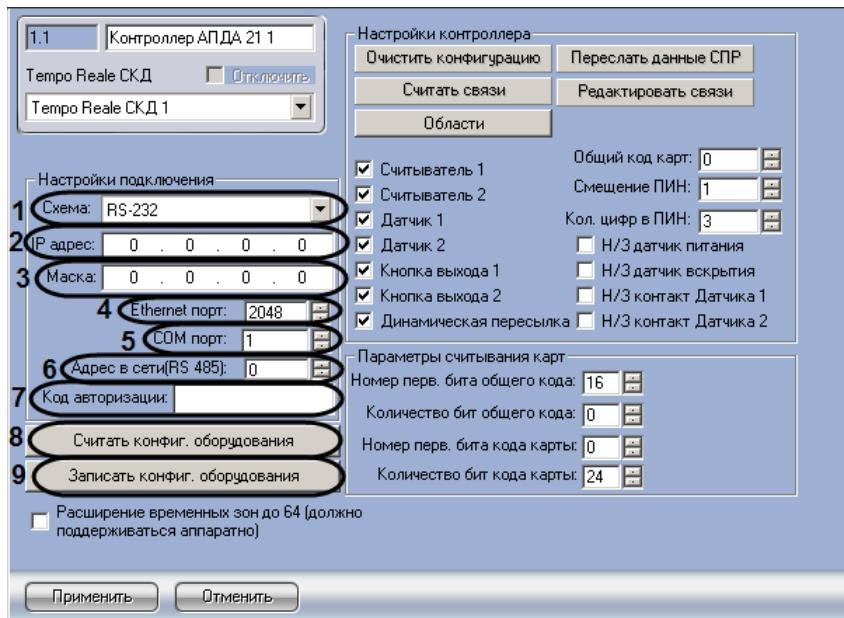

Рис. 3.3—3 Настройка подключения контроллера АПДА.21 к Серверу Интеллект
- Перейти на панель настройки объекта Контроллер АПДА 21 или Контроллер АПДА 41 (Рис. 3.3—3).
- Из раскрывающегося списка **Схема**: выбрать схему подключения контроллера к Серверу Интеллект (см. Рис. 3.3—3, 1).
- В случае, если выбрана схема **Ethernet**, в поле **IP адрес**: ввести с помощью маски IP-адрес контроллера (см. Рис. 3.3—3, 2).
- В случае, если выбрана схема **Ethernet**, в поле **Маска**: ввести маску подсети, в которой находится контроллер (см. Рис. 3.3—3, 3).
- В случае, если выбрана схема **Ethernet**, в поле **Ethernet порт**: ввести Ethernet-порт подключения Сервера Интеллект к контроллеру (см. Рис. 3.3—3, 4).
- В случае, если контроллер подключается к Серверу Интеллект по интерфейсу RS-232, в поле **COM порт** ввести номер COM-порта Сервера Интеллект, используемый для подключения к контроллеру (см. Рис. 3.3—3, 5).